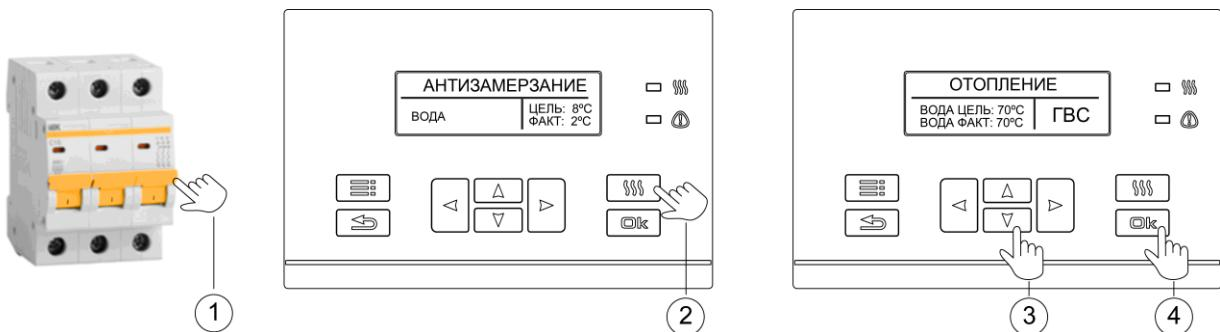

Рисунок 3. Включение и выключение котла
8.1 Включение и выключение котла выполняется через внешний автоматический выключатель (см. рис. 3).